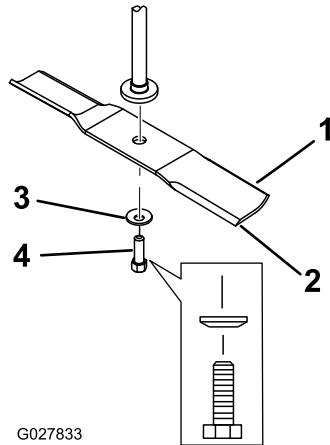

Рисунок 60
2. Отверните болт ножа, снимите изогнутую шайбу и нож с вала шпинделя (Рисунок 60).
- Установите нож на шпиндель (Рисунок 60).
- Установите изогнутую шайбу (чашеобразной стороной в сторону ножа) и болт ножа (Рисунок 60).